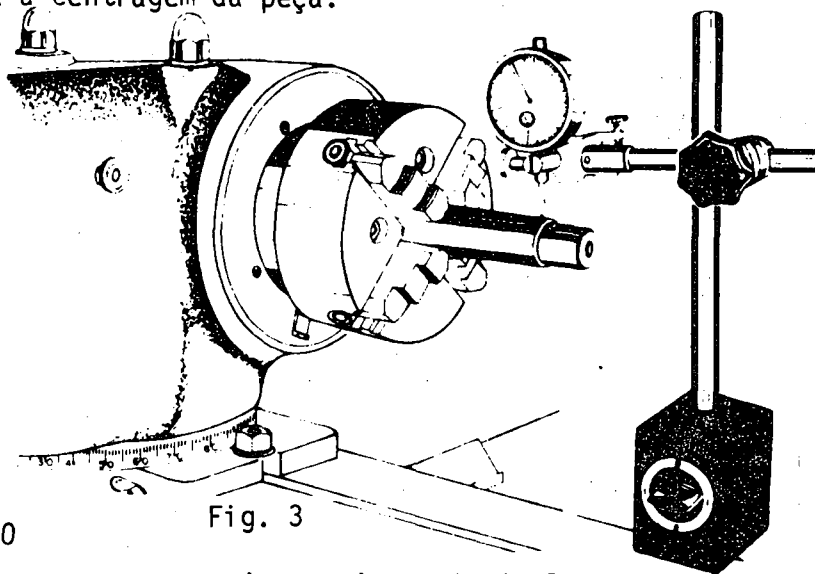

Fig. 3
- b Faça contato do apalpador com a superfície a retificar (fig.3).